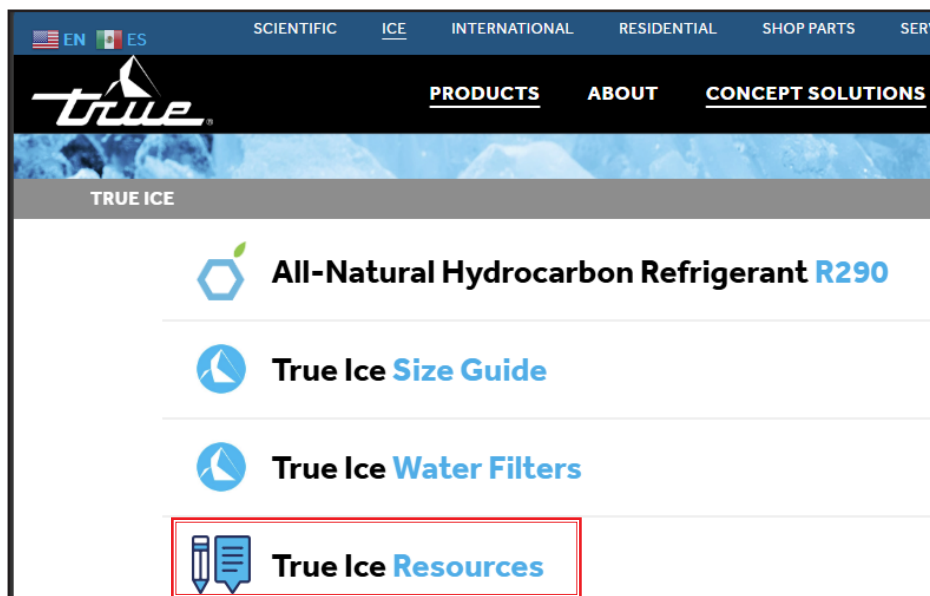

Fig. 4. Desplácese hacia abajo y seleccione **True Ice Resources** [Recursos de True Ice].
4. Desplácese hacia abajo y seleccione **True Ice Resources** [Recursos de True Ice]. Consulte la fig. 4.